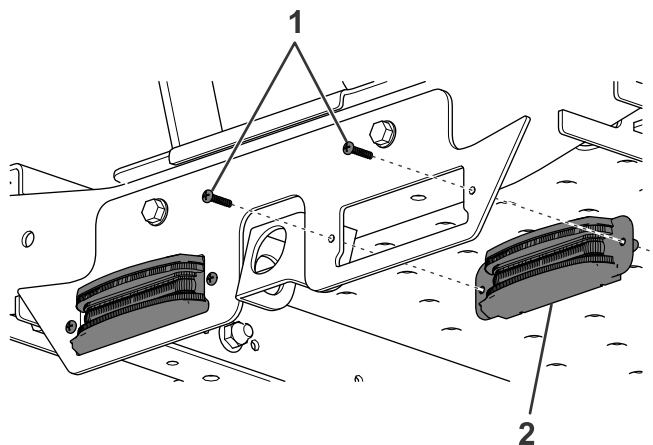
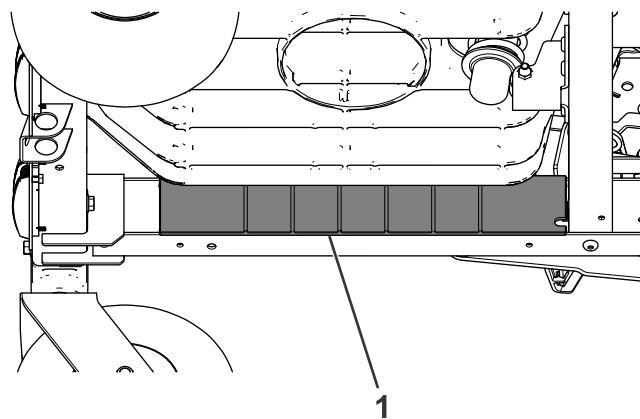

Figura 4
Figura 6
2. Inserite le luci LED nella parte posteriore della piastra di montaggio con 4 bulloni (M4) come mostrato nella Figura 4.
3. Se la vostra macchina non è dotata di MyRide, andate al passaggio 5. Se la vostra macchina è dotata di MyRide, rimuovete i 2 bulloni che fissano in sede la barriera di sicurezza (Figura 6 e Figura 6).
7. Se la vostra macchina non è dotata di MyRide, fissate il cablaggio preassemblato alla guida del telaio con 2 fascette per cavi e il cablaggio preassemblato del kit a quello della macchina con la fascetta rimanente (Figura 10). Se la vostra macchina è dotata di MyRide, montate la barriera di sicurezza rimossa in precedenza con i bulloni rimossi in precedenza (Figura 6 e Figura 4).